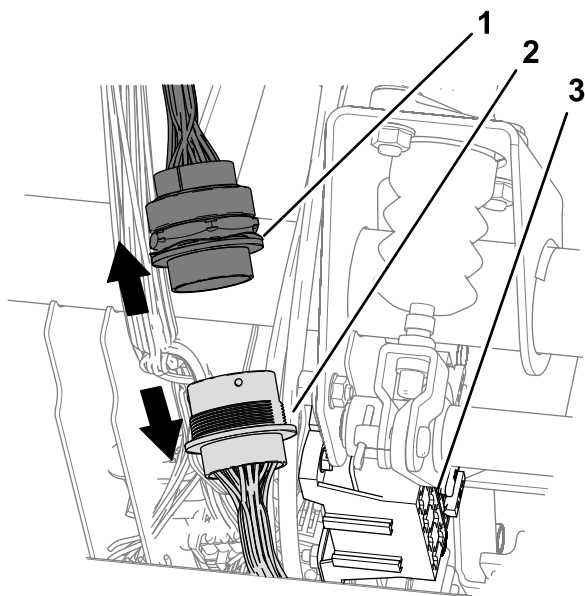

図 20
1. 車体の前部ヒューズブロックの近くにある、31ピンコネクタ・31ソケットコネクタ車両の前および後のワイヤハーネス用のコネクタを探し出す 図 20。
2. 車両の前および後のワイヤハーネス用の31 ピン・31 ソケットコネクタの接続を外す 図 20。